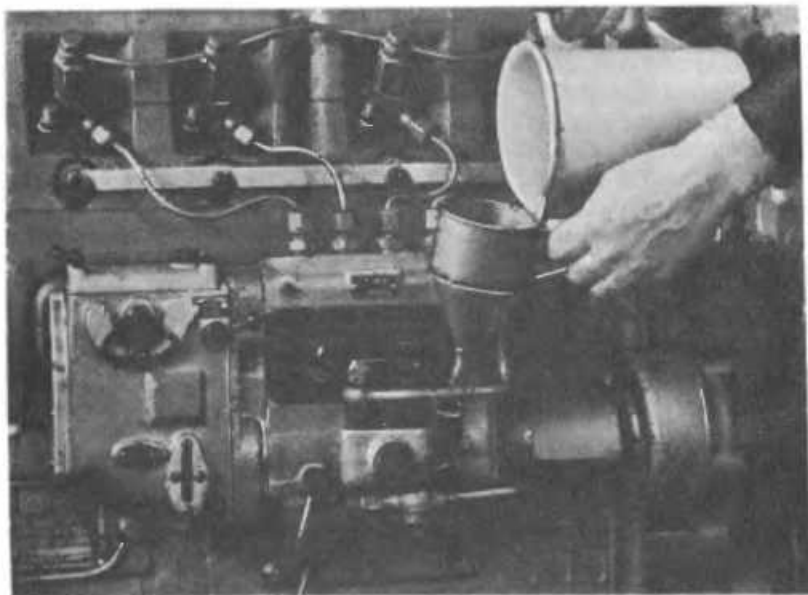

Рис. 99. Заливка масла в топливный насос высокого давления
5. Отвинтите пробку на корпусе топливного насоса высокого давления (дизель 4ч 8,5/11) и залейте через воронку с сеткой масло (рис. 99) до начала выхода его из сливной трубки (выполняйте при первом пуске дизеля, а затем при очередном техническом обслуживании).